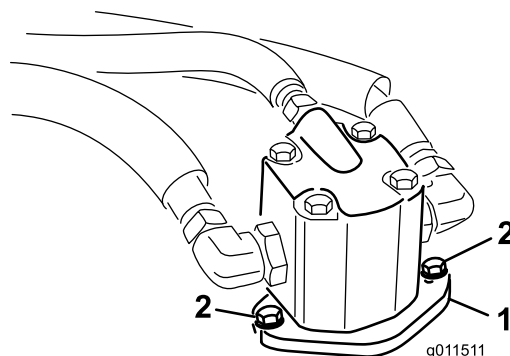

Figure 74
4. Enlevez les boulons qui fixent le moteur hydraulique au plateau de coupe (Figure 74).